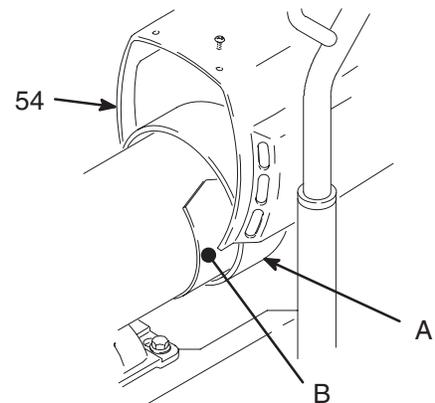

Fig. 4
4. Fig. 4. Enlever le capotage moteur (54), le capotage du ventilateur (A) et les couvercles de visite (B).
3. Fig. 4. Démontez le capotage moteur (54). Enlever les couvercles de visite (B) et les joints de chaque côté du moteur.